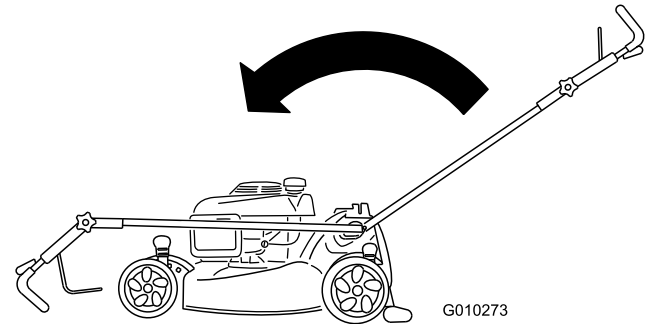

Figura 38
1. Pomo del manillar (2)
2. Mueva del manillar hacia adelante según se indica en Figura 38.